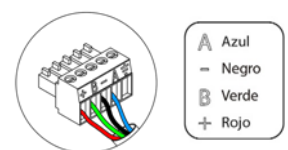

Fig. 103
①	Pulsador de programación
②	Bus KNX
③	Bus domótico
Para la conexión al bus domótico de la central ③ dispone de 1 borna de 5 pines. Fije los cables con los tornillos de la borna respetando el código de colores (Fig. 103).